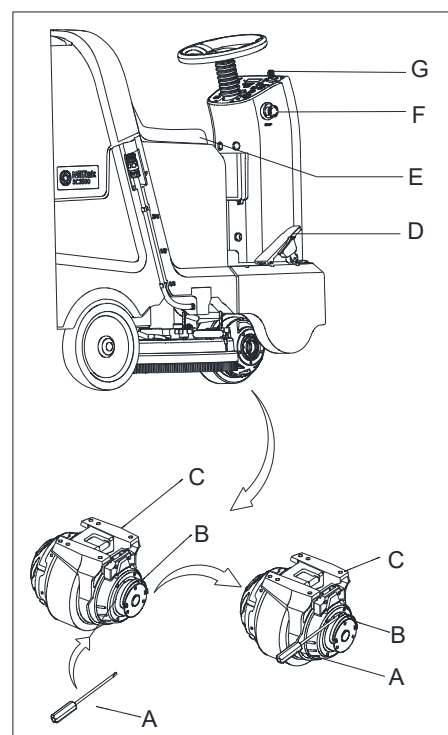

Figura 7
2. Sente-se no assento (J, Figura 7), insira o interruptor de chave (B) e defina-o para "I". Se o LCD (A, Figura 7) for 100%, as baterias estarão totalmente carregadas para uso. Se o LCD (A, Figura 7) for de 10%, as baterias devem ser carregadas antes da operação. [Consulte os capítulos MANUTENÇÃO para carregamento de baterias]
3. Pressione o botão One-Start (D, Figura 7) para ligar a máquina, o rodo e as escovas são soltos no chão automaticamente, o motor a vácuo começa a funcionar.
4. Liberte o pedal de aceleração (N, Figura 7), conduza a máquina para a frente ou trás com o volante (L, Figura 7) juntamente com o interruptor frente-trás (I, Figura 7); pode ajustar a velocidade com o botão de ajuste de velocidade (F, Figura 7).
5. Ajuste o fluxo da solução com o botão de ajuste de solução (G, Figura 7) com base nos requisitos de limpeza.
6. Pode carregar o seu telefone ou pad através da porta de carregamento USB (K, Figura 7) quando o interruptor de chave (A, Figura 7) estiver "ON".
7. Pressione o botão de sirene (H, Figura 7) para avisar as pessoas quando necessário.
8. Se necessário, pressione o botão de emergência (M, Figura 7) para a paragem de emergência da máquina.
O motor da escova, motor de vácuo, motor de ignição e circuito de controlo estão protegidos pelo protector de sobrecarga (P, Figura 7). Quando o protector de sobrecarga for accionado, não reinicie de imediato sem encontrar a causa, e certifique-se que o motor está a arrefecer antes de reiniciar.
9. Solte o pedal de aceleração (N, Figura 7) para a máquina parar de funcionar.
10. Pressione o botão One-Start (D, Figura 7) para parar as escovas e o motor de vácuo. As escovas e o rodo são levantados automaticamente do chão. O sistema de vácuo é fechado após alguns segundos de atraso.